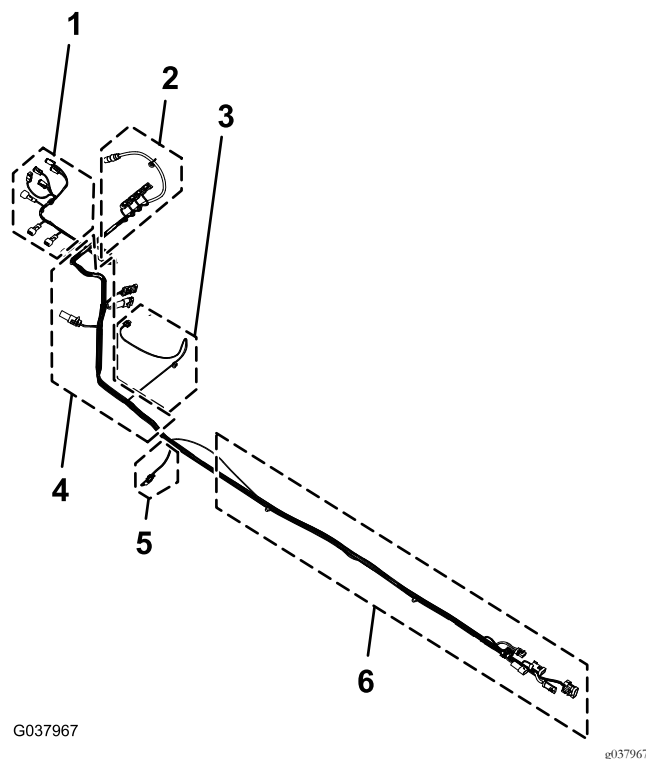

Figura 101
1. Individuate la diramazione da 168 cm (66 poll.) del nuovo cablaggio elettrico (Figura 101).